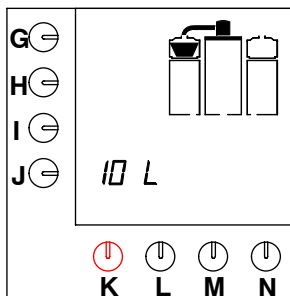

Fig. 7 Tempo di gocciolamento
- Non appena il contenitore del caffè è stato riempito, sullo schermo lampeggia il cestello filtrante in relazione al tempo di gocciolamento (vedere fig. 7).